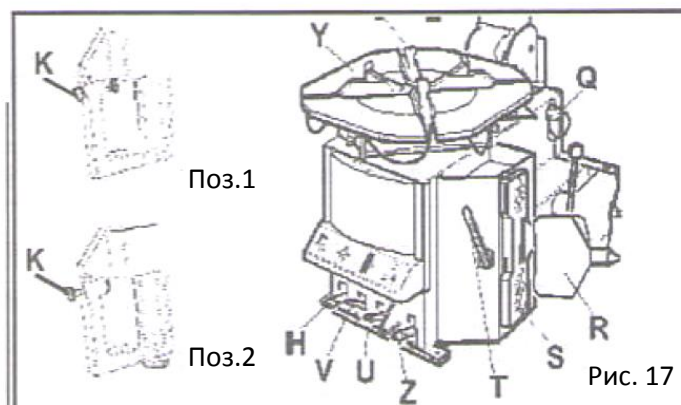

Рис. 17
- Удерживая лопатку в данном положении, следует повернуть стол (Y) по часовой стрелке нажатием педали (Z), пока шина полностью не сойдет с обода колеса (рис. 17).
- Чтобы снять камеру без разблокировки вертикальной направляющей, следует повернуть колонну (P) нажатием педали (H) вниз.